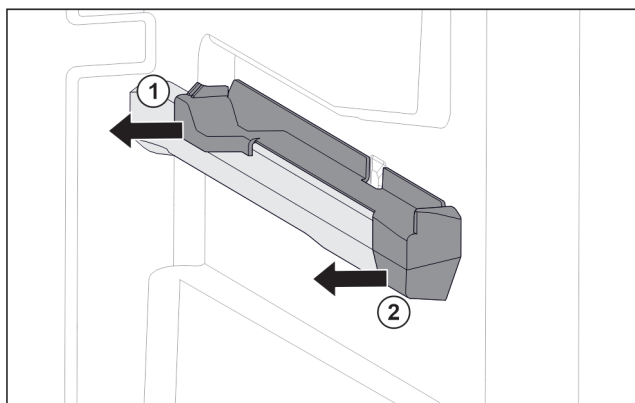

Fig. 79 Tillsats på den högra behållarens galler
- Dra bort tillsats i bak i sidled. Fig. 79 (1)
- Dra bort tillsats i fram i sidled. Fig. 79 (2)